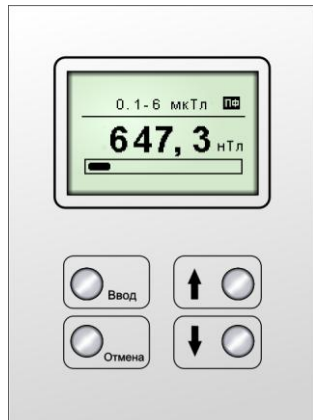

Рисунок 12. Вид экрана в режиме изменения величины поля (режим противофазы)
9.4.5. Для уменьшения влияния внешнего поля при поверке приборов частота работы установки синхронизирована с частотой питающей сети 50 Гц. Кроме того, в установке предусмотрена возможность изменения фазы задающего генератора на 180° нажатием кнопки «Ввод», при этом на экране отобразится символ «ПФ» (рис. 12). Поверку приборов на малых полях целесообразно производить снятием показаний в двух режимах: в «фазе» и «противофазе», а результат вычислить как среднее от полученных двух значений. Таким образом, исключается влияние внешнего поля частоты 50 Гц.